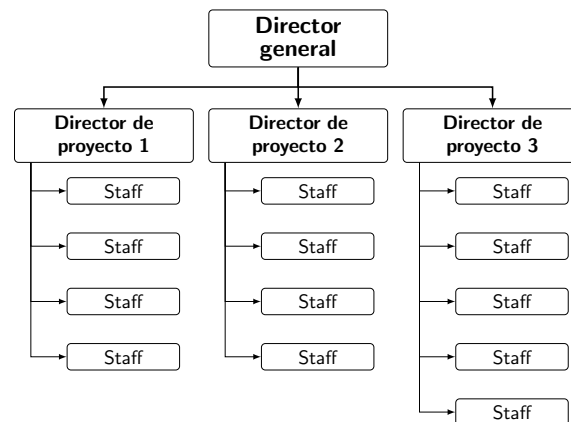

Figura 1.4: Ejemplo de organización proyectizada
- **Proyectizadas.** Agrupa a todo el personal que trabaja en un proyecto concreto. Los miembros del equipo del proyecto suelen estar juntos y bajo la autoridad directa del director del proyecto durante la duración del mismo. El director de proyecto tiene una **autoridad casi total** sobre los miembros de su equipo en la estructura proyectizada. Realiza las asignaciones y dirige las tareas de los miembros del equipo; controla el presupuesto del proyecto; lleva a cabo las evaluaciones de rendimiento y aprueba los aumentos, bonificaciones y vacaciones de los miembros del equipo y de los miembros del equipo. En la Figura 1.4 se ve que en los proyectos 1 y 2 están trabajando 4 personas, mientras que en el proyecto 3 hay 5 empleados.